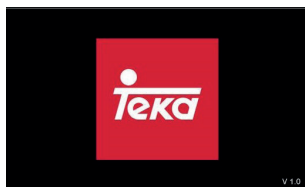
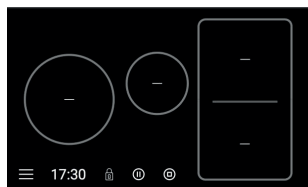

fig. 3
fig. 4
- 1 Vidrör huvudsensorn för på/av ① (1) under minst en sekund. Pilotindikatorn för påsatt läge (3) tänds och blinkar för att ange att spisen håller på att startas. På pekskärmen visas logotypen för Tekä (fig. 3). När proceduren har slutförts, tänds "startskärmen" omedelbart (fig. 4).
När "startskärmen" har aktiverats (fig. 4), kan man starta önskad platta.
Från "startskärmen" (fig. 4) är det möjligt att stänga av alla plattorna samtidigt via avstängningssymbolen .